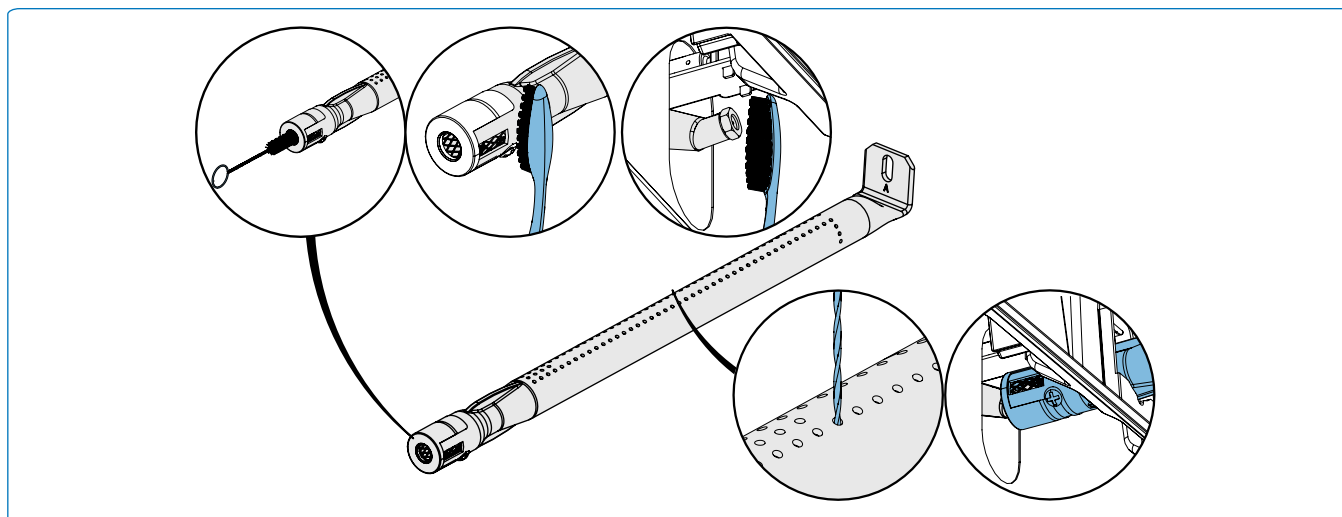

Fig. 19
1. Rimuovere la/le vite/i che fissano il bruciatore alla parete posteriore del barbecue. Far scorrere il bruciatore indietro e verso l'alto per rimuoverlo. **(Fig. 19).**